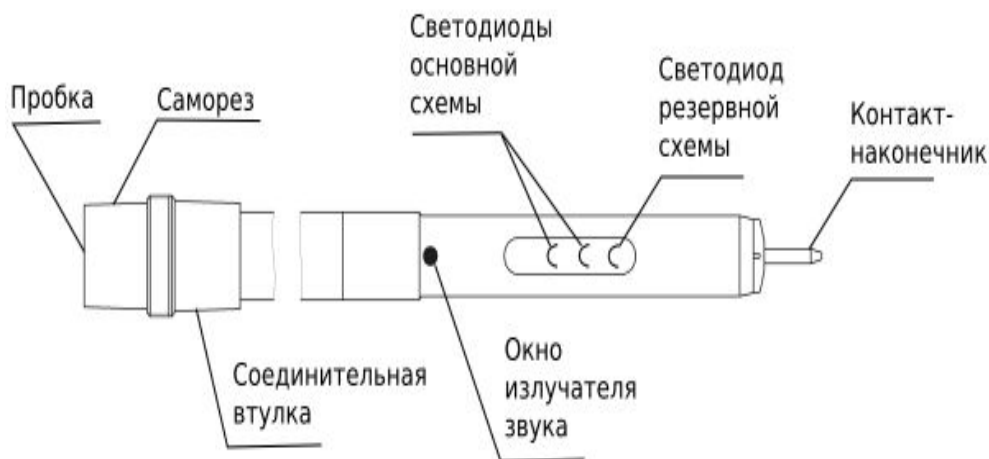

Рис.1
элементы резервной схемы, которая обеспечивает определение наличия (отсутствия) напряжения при разряде или отсутствии батареи (см. рис. 1).
14.1 Элементы питания находятся в рабочей части указателя. (см. рис.1)